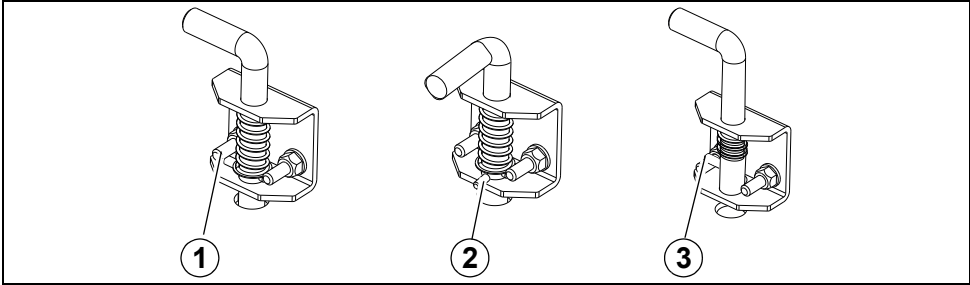
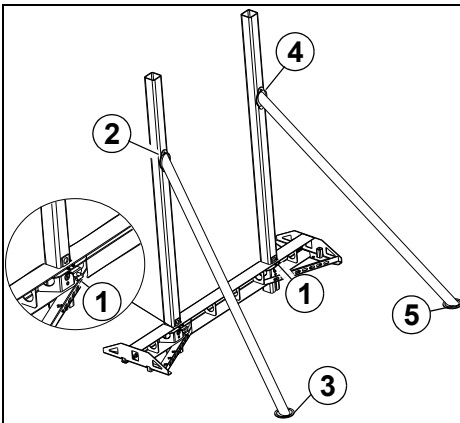

Figura 2 Posiciones de bloqueo de los pernos de seguridad
Figura 4 Pilares y puntales
- 2 Colocar los pernos de seguridad del soporte transversal en posición 2 (Figura 2/2).
| <p>1 Perno de seguridad soporte transversal</p> <p>2 Pilar</p> <p>3 Perno cuadrado</p> | <p>4 Colocar los pernos de seguridad del soporte transversal en posición 1 (Figura 2/1).</p> |
- 5 Colocar los pernos de seguridad para los pilares (Figura 4/1) del soporte transversal en posición 2 (Figura 2/2).
- 7 Introducir el puntal izquierdo en los orificios del pilar (Figura 4/2).
- ✓ El extremo inferior del puntal (Figura 4/3) se posiciona sobre el orificio respectivo del riel modular.
- 8 Introducir el puntal derecho en los orificios del pilar derecho (Figura 4/4).
- ✓ El extremo inferior del puntal (Figura 4/5) se posiciona sobre el orificio respectivo del riel modular.
- 9 Colocar los pernos de seguridad para los pilares (Figura 4/1) en posición 3 (Figura 2/3) de forma que los pilares encajen hasta hacer tope en el soporte transversal.
- 11 Colocar los pernos de seguridad para los pilares en posición 1 (Figura 2/1).
- 3 Colocar los pernos de seguridad para los pilares en posición 3 (Figura 2/3).
- 6 Colocar ambos pernos de seguridad del soporte transversal en posición 3 (Figura 2/3).